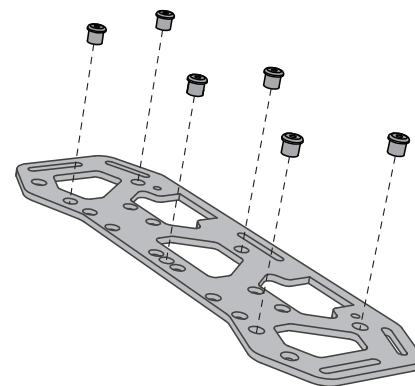

Figura 5. Installazione degli occhielli in gomma
2. Installare sei occhielli in gomma su ciascuna piastra di carico, come mostrato in **Figura 5**.